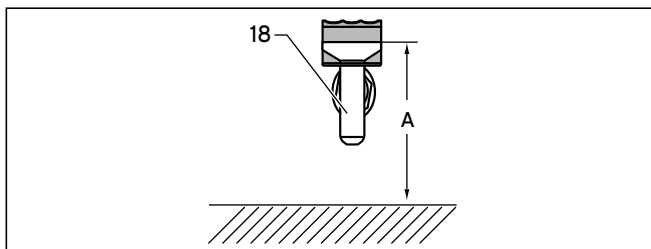

Fig. 4.3 Montaggio dell'imbuto di scarico
- Montare l'imbuto di scarico (18) secondo la fig. 4.3 e la tabella 4.2.